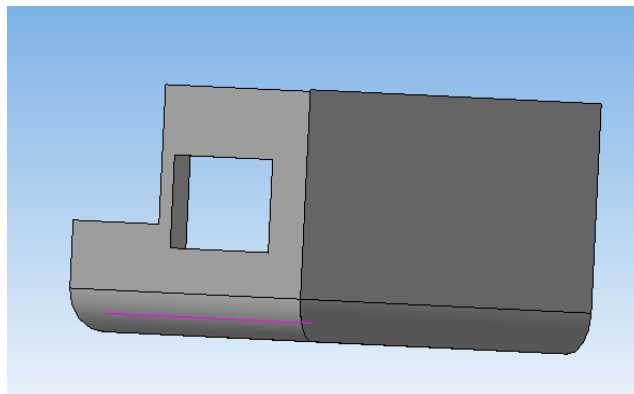

Рисунок 74.
3. Нажать «Создать объект», система выполнит плотное замыкание угла по всей длине (рисунок 74).